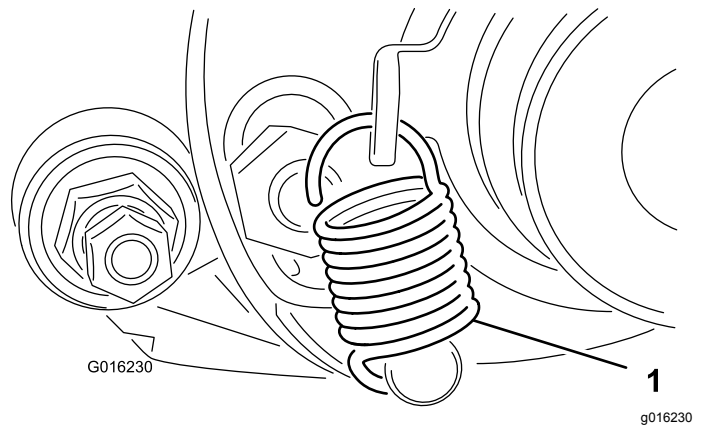

Figura 16
1. Gire la polea tensora hasta que pueda enganchar el muelle de la palanca de cambio en el taladro del soporte de la polea y sobre el espárrago, según se muestra en la Figura 16.